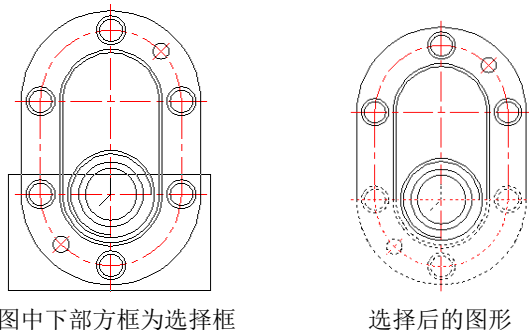

图 5-1 窗口对象选择方式
(2) 窗口(W): 用由两个对角顶点确定的矩形窗口选取位于其范围内部的所有图形,与边界相交的对象不会被选中。指定对角顶点时应该按照从左向右的顺序,如图5-1所示。